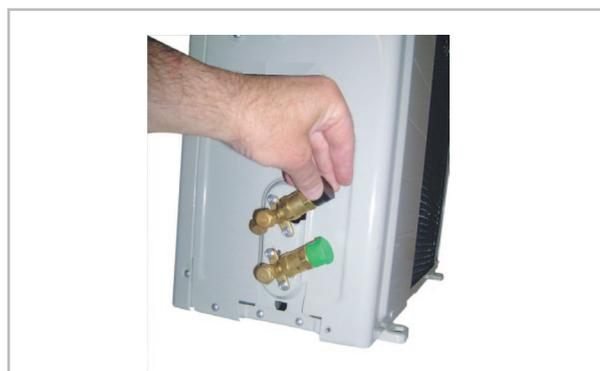

Abb. 20: Schutzkappen entfernen
2. ➔ Entfernen Sie die grün/schwarzen Schutzkappen an den Schnellverbindern des Außenteils, sowie an den flexiblen Kältemittelleitungen des Innengerätes (Abb. 20 und Abb. 21).